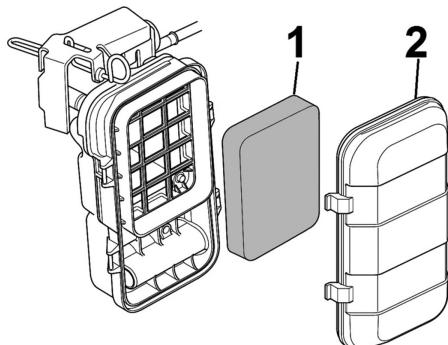

Рис. 17 Обслуживание воздушного фильтра
- Нажмите на фиксаторы и снимите крышку корпуса воздушного фильтра (Рис. 17 п. 2).
- Извлеките воздушный фильтр (Рис. 17 п. 1).